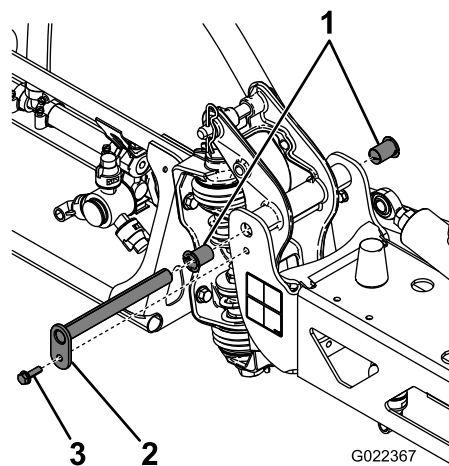

Figura 41
3. Com o peso da rampa suportado, retire o parafuso e a porca que seguram o pino de articulação à rampa (Figura 41).
6. Retire e inspecione as buchas de nylon dos lados dianteiro e traseiro do suporte de articulação (Figura 41).
8. Monte a rampa e o apoio da articulação no chassi alinhando as aberturas (Figura 41).